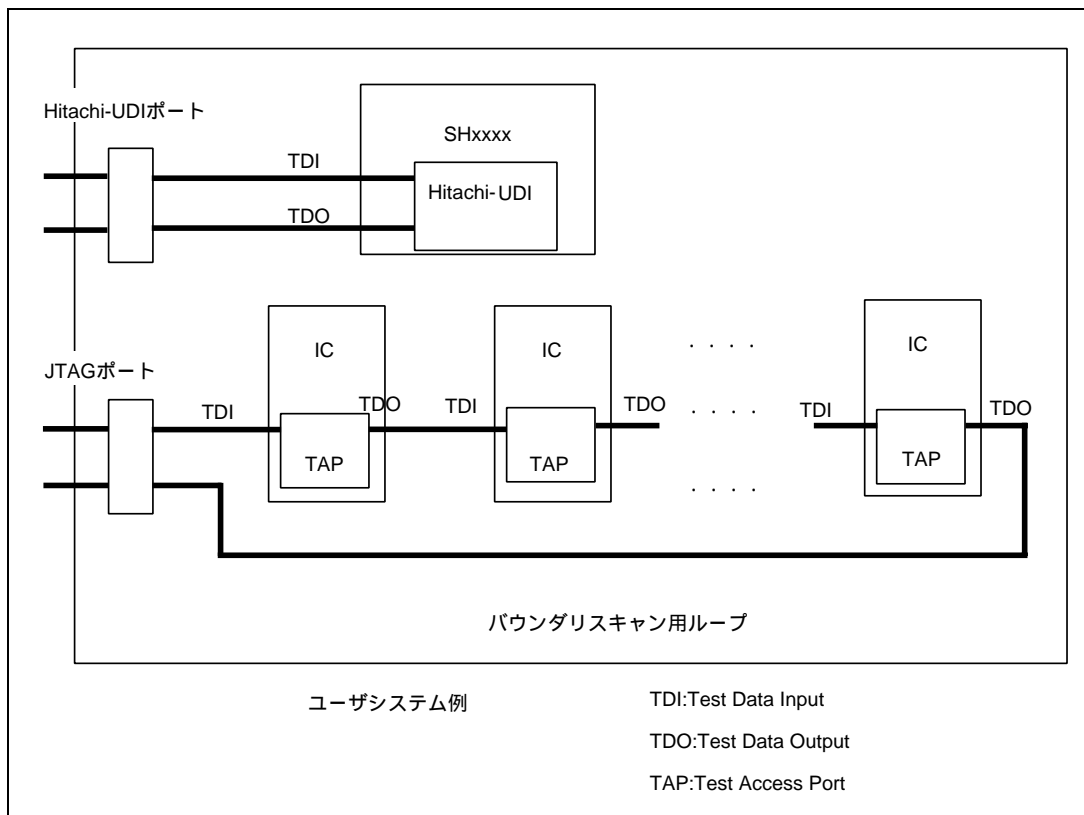

図 2.5 ユーザーシステム設計時の注意
5. ユーザシステムを設計する際、バウンダリスキャン用ループにデバイスの TDI 信号、TDO 信号を接続しないでください。または、スイッチ等でデバイスを切り離すようにしてください (図 2.5 参照)。